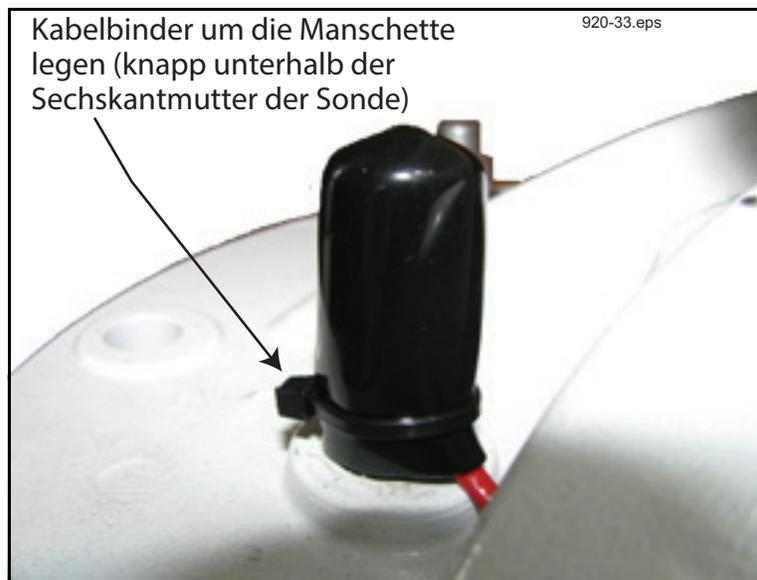

Abbildung 30. Anbringung des Kabelbinders an der Schutzkappe der Thermosonde
6. Ziehen Sie die Kappe über die Biegung des Kabels und schieben Sie sie über den Sechskantkopf, bis sie am Zähler anliegt. Entnehmen Sie den Kabelbinder (Teile-Nr. 576008-161) aus dem Thermosonden-Kit. Legen Sie ihn um das Ende der Kappe herum, direkt unterhalb des Sechskantkopfes, und ziehen Sie ihn fest (siehe Abbildung 30).